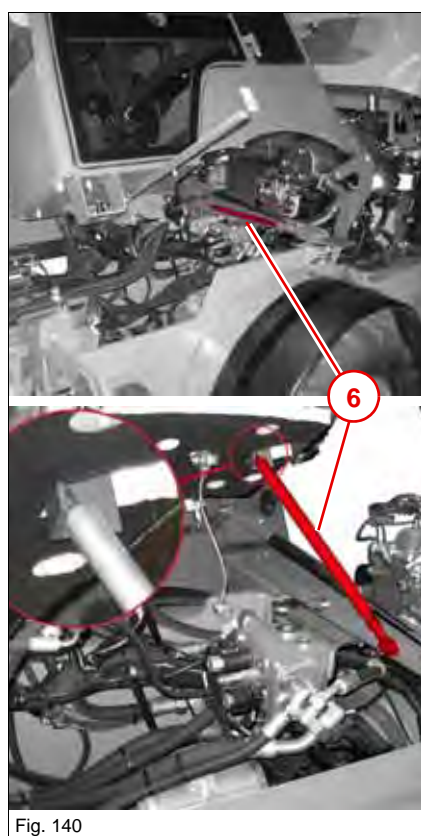

Fig. 140
- ▶ Appuyer immédiatement un poste de conduite levé avec le support de sécurité. Le support de sécurité se trouve sur la traverse en dessous du siège du conducteur (Fig. 140).
2. Mettre l'extrémité desserrée du support de sécurité dans le support coudé en dessous du poste de conduite (Fig. 140).